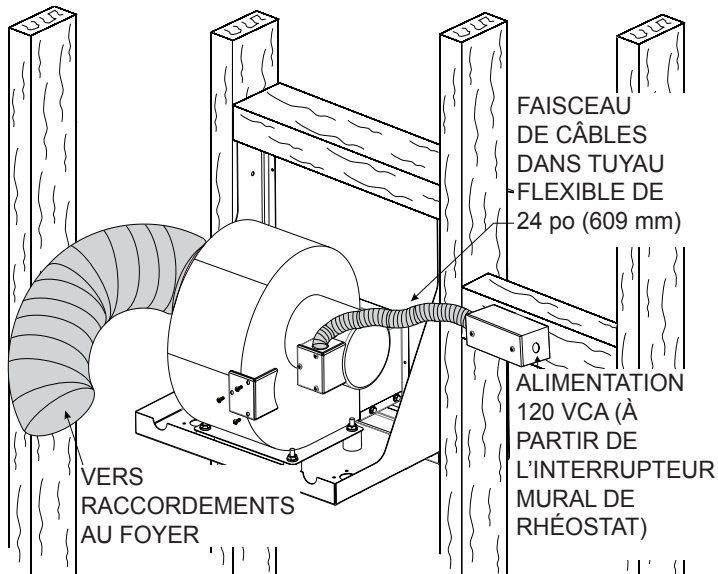

Figure 14
17. Monter la boîte de jonction métallique fournie à la structure située près de la base de la soufflante à une distance de moins de 2 pi (0,61 m), de sorte que le faisceau de câbles à gaine métallique flexible peut être épissé et raccordé à l'alimentation électrique de 120 volts. **Voir Figure 14.**